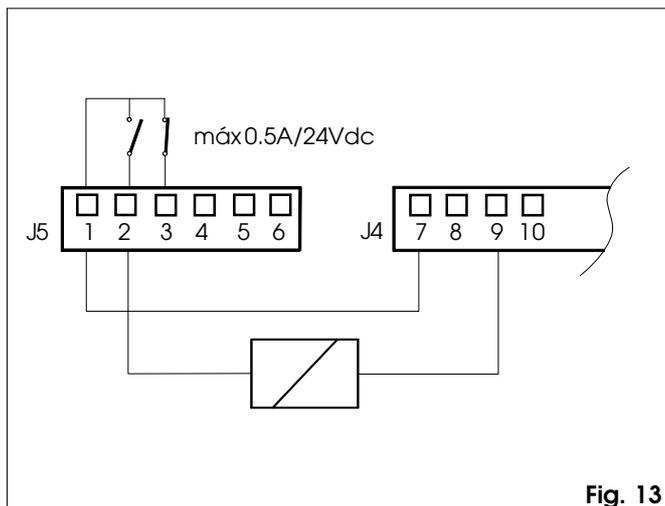

Fig. 13
⑥ Regleta de bornes J5 Conexión Salidas a relé (fig. 13, 14, 15)
2 Electrocerradura - Contacto N.A. (capacidad máx. 0,5 A/24 V) (fig. 13).